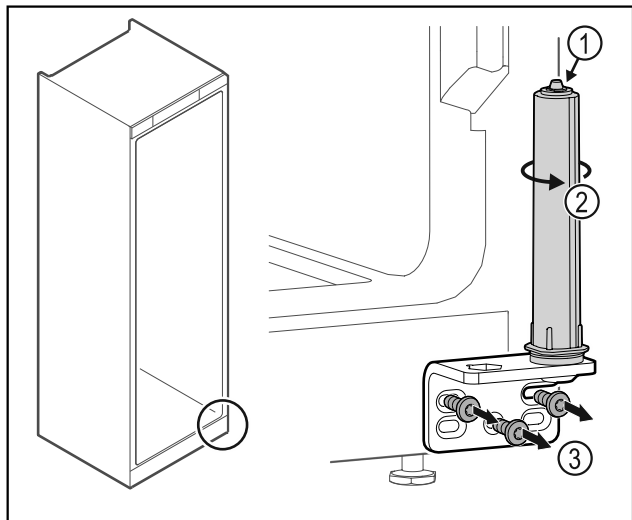

Fig. 38
- ▶ Dørlukkesystemet må ikke tas fra hverandre Fig. 38 (1).
- ▶ Drei på lukkesystemet Fig. 38 (2) til det sier klikk.
- ▶ Skru av hengselvinkelen Fig. 38 (3).